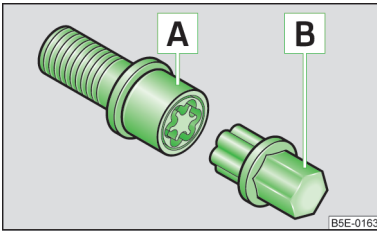

Fig. 193
- Introduceți adaptorul **B** » fig. 193 cu partea zimțată până la limita pe dantura interioară a șurubului antifurt **A**, astfel încât să se mai vadă doar partea sa hexagonală.